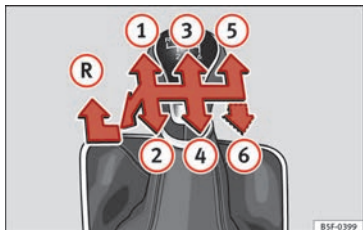

Fig. 52 Schema di un cambio manuale a 5 marce o a 6 marce.
Nella leva selettoria sono indicate le posizioni delle marce » **fig. 52**.
- Per inserire la retromarcia, con la leva selettoria in posizione di folle, spingerla verso il basso, muoverla a fondo a sinistra e quindi in avanti » **fig. 52** **R**.